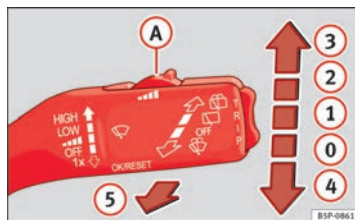

Fig. 79 Palanca del limpiacristales.
La palanca del limpiacristales ⇒ fig. 79 tiene las siguientes posiciones:
- Si se detiene el vehículo estando el limpiaparabrisas funcionando en la posición ② ⇒ fig. 79 o en la posición ③, comenzará a funcionar automáticamente en una posición inferior. Si el vehículo reinicia la marcha, el limpiaparabrisas seguirá funcionando en la posición seleccionada originalmente.